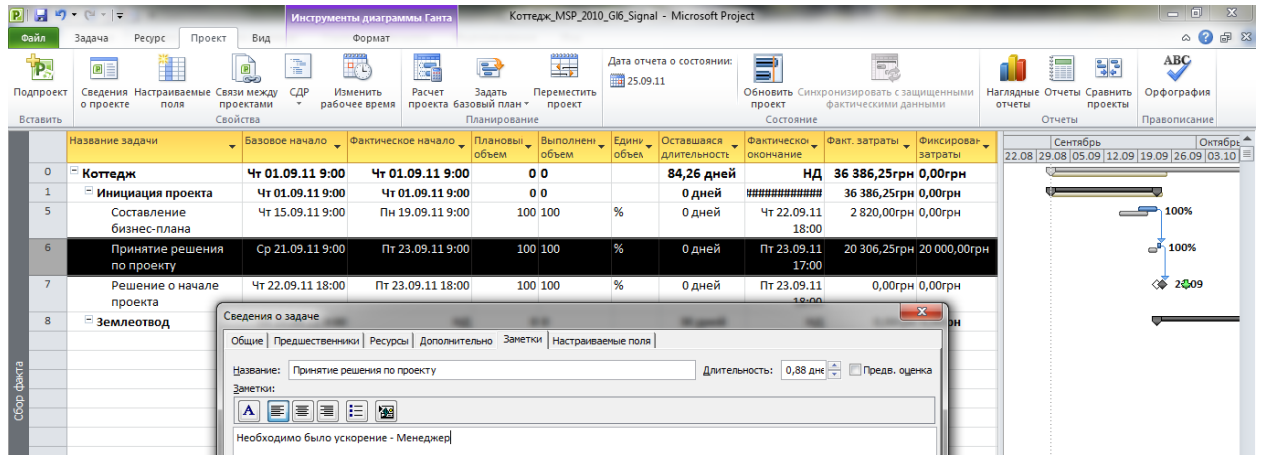
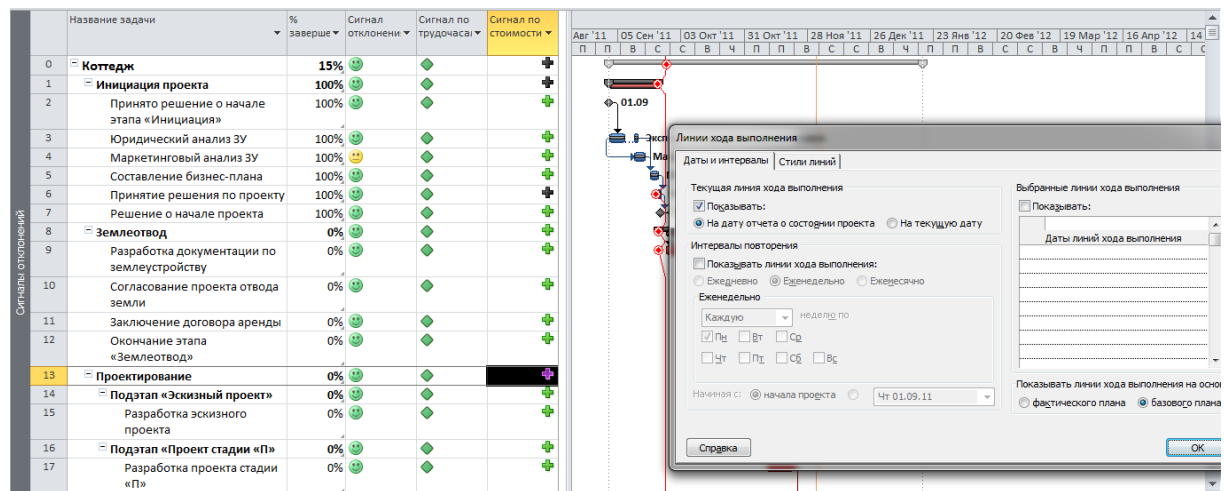

Рисунок 10.33 Результат сбора факта за третью неделю
Рисунок 10.34 Анализ отклонений в представлении «Сигналы отклонений»
11. На закладке «Проект» нажимаем пиктограмму «Обновить проект» и перепланируем незавершенные трудозатраты с началом после даты отчета о состоянии, чтобы показать отклонение в проекте, Рисунок 10.33 и Рисунок 10.34.